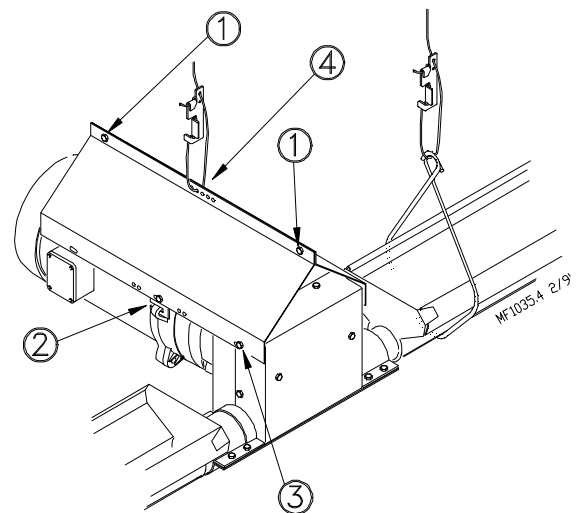

Figura 33. Instalación del protector de camada
- Fijar el protector al conjunto impulsor con los tornillos que se sacaron en el paso 2. Ver la Figura 33.
- Instalar los componentes de suspensión de la unidad de potencia como se muestra en la Figura 33.